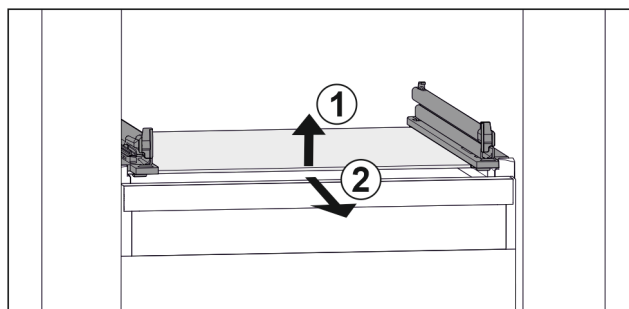

Fig. 28 Příklad znázornění skleněné desky
- ▶ Nadzvedněte skleněnou desku vpředu. *Fig. 28 (1)*
- ▶ Vyjměte skleněnou desku dopředu. *Fig. 28 (2)*